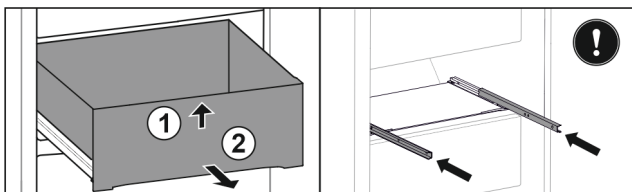

Fig. 134
- ▶ Podignite ladicu srijeda. Fig. 134 (1)
- ▶ Izvadite ladicu prema naprijed. Fig. 134 (2)